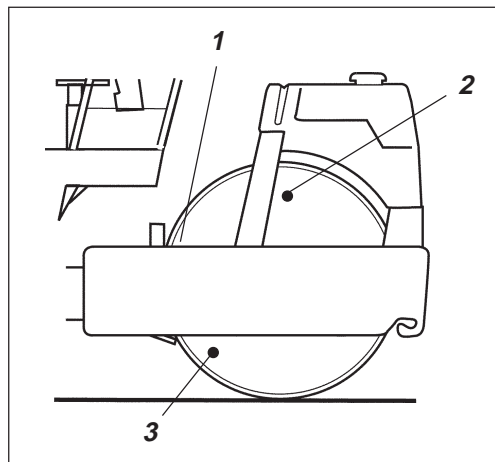

Fig. 25 Cylindre
Conduire le rouleau jusqu’à ce que les bouchons (2) soient tout en haut, la tige de niveau (1) étant à la hauteur du cadre du cylindre, voir fig 25.